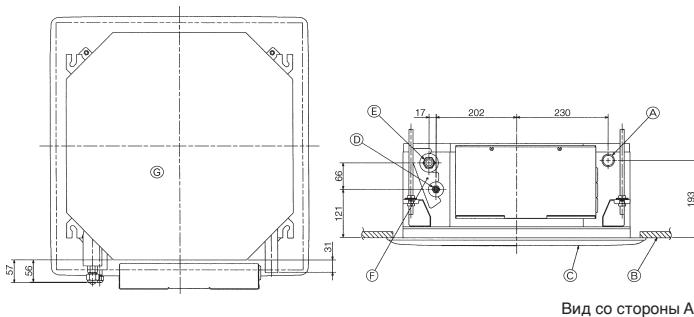

Fig. 3-1
3.1. Расположение труб хладагента и дренажных труб для внутреннего блока (Fig. 3-1)
- ① Дренажная труба
- ② Потолок
- ③ Решетка
- ④ Труба хладагента (жидкость)
- ⑤ Труба хладагента (газ)
- ⑥ Отверстие подачи воды
- ⑦ Основной прибор